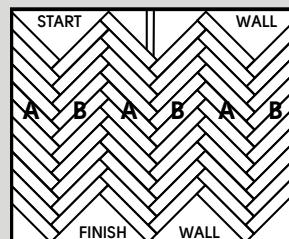

Fig. 8
- Continúe instalando los tablones "B". Repita el proceso en el otro lado de la fila de los tablones "B" originales con los tablones "A". Complete la instalación, utilizando el mismo método mientras mantenga los espaciadores en su lugar y con un patrón cuadrado (Fig. 8).